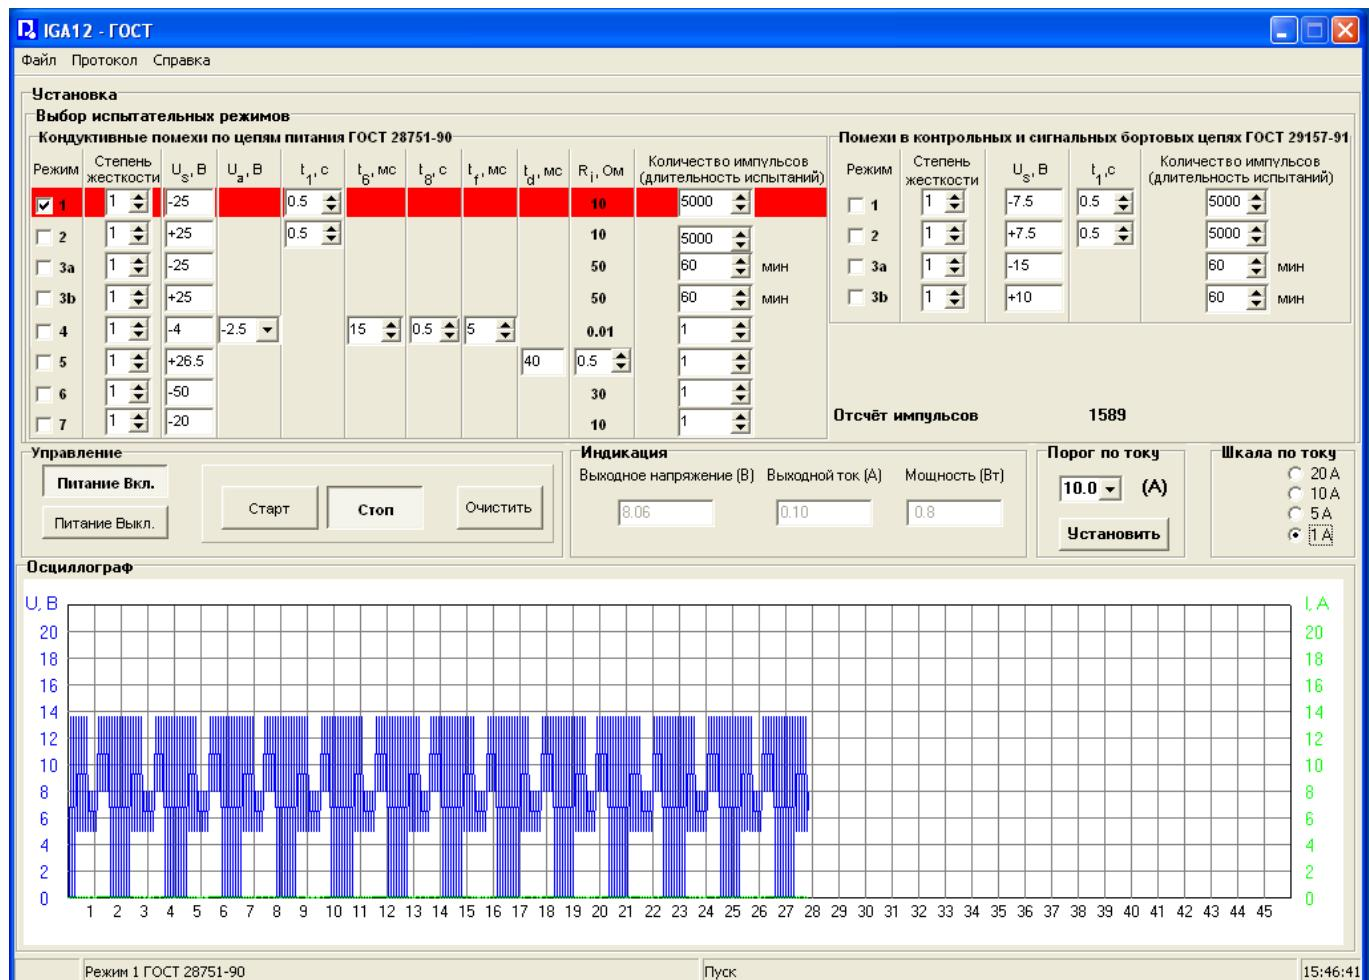

Рисунок 2
**7.4.1** Программа IGA12 имеет основное окно – это «**IGA12 – ГОСТ**» для испытаний по ГОСТ 28751-90 и ГОСТ 29157-91 (см. рисунок 2). Окно представляется рабочим полем, строкой меню в верхней части экрана и статусной панелью в нижней части экрана. При нажатии левой кнопки мыши на одном из пунктов меню, оно раскрывается в дополнительное меню.